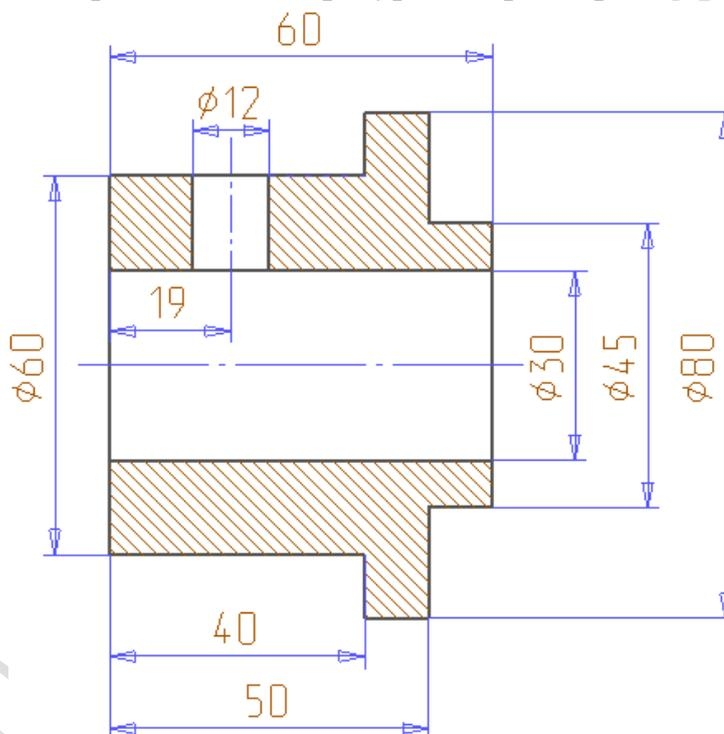

Рисунок 2. Чертеж Втулки
- Щелкните левой кнопкой мыши на рабочем поле (это будет точка **1** на рис.2)